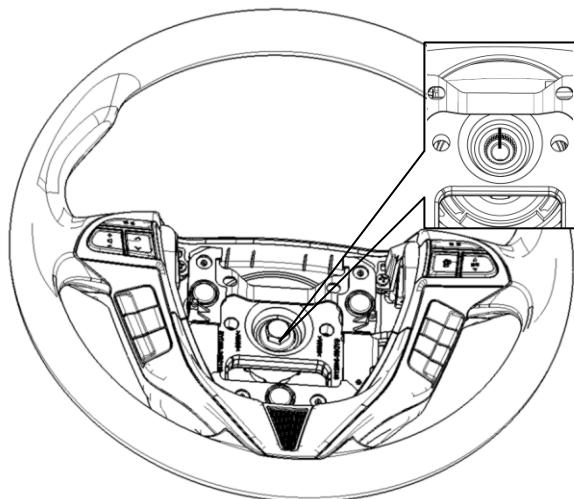

图 4-16
②在转向盘总成和转向管柱及万向节总成上做好配合标记。如图4-16所示。